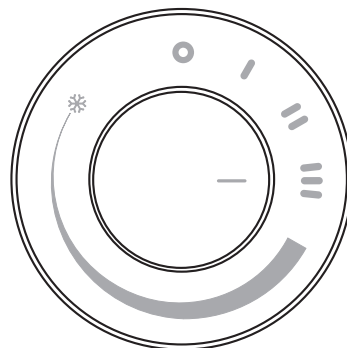

fig. 4
- Per attivare la funzione POTENZA MASSIMA, ruotare la manopola in modo che il riferimento "I" sia allineato al simbolo "III" sul pannello comandi (fig. 4).
- *To activate MAXIMUM POWER function, turn the knob so that reference mark "I" is aligned with the "III" symbol on the control panel (fig. 4).*
- Pour activer la fonction PUISSANCE MAXIMUM, tourner la poignée de sorte que la référence "I" soit alignée au symbole "III" du tableau de commande (fig. 4).